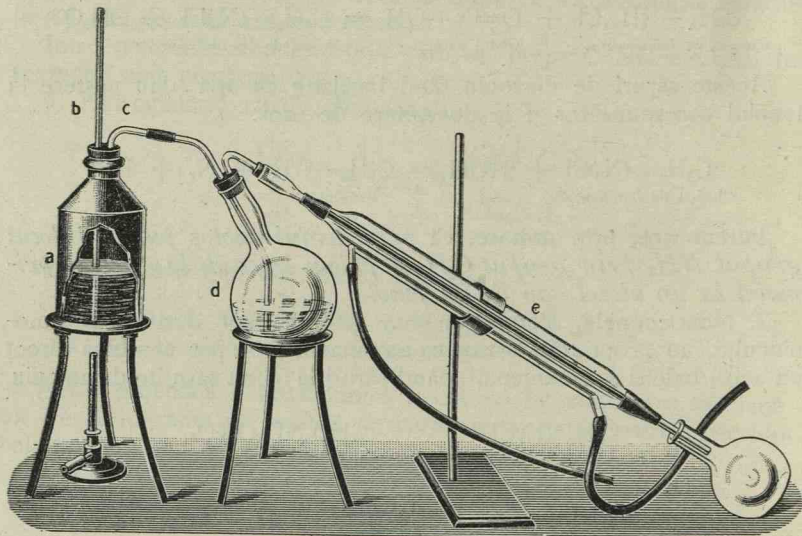

Fig. 233. Distilarea cu vapori de apă.
**Distilarea cu vapori de apă.** În balonul *d* (fig. 233) așezat peieziș, se pune amestecul cu anilină. În vasul de tinichia *a* se fierbe apă. Vaporii de apă trec prin tubul *c*, intră în lichidul cu anilină și trec în răcitor. Odată cu vaporii de apă trece și anilina, formându-se astfel un lichid